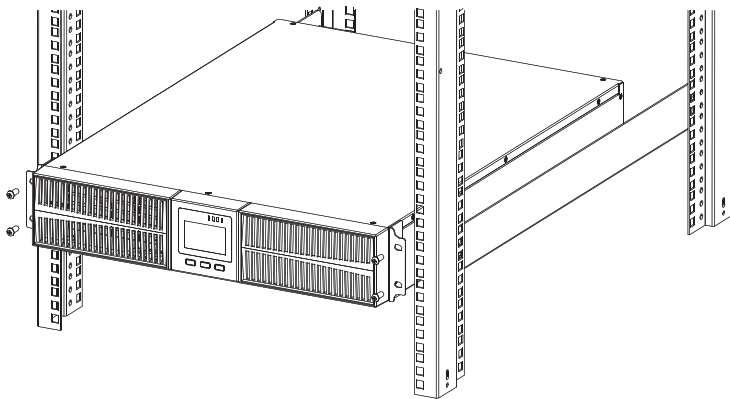

Рис. 12 - Вариант установки ИБП в стойку
- ИБП устанавливается на монтажный комплект (направляющие) SW900PRO-MKit (в комплект поставки не входит). Установите ИБП на направляющие и зафиксируйте ИБП с фасада винтами к стойке (рисунок 12).